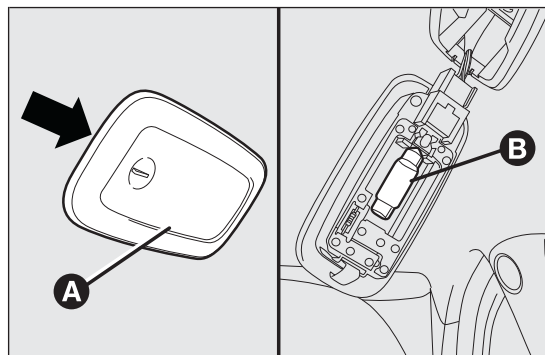

fig. 158
- ☐ actuar en el punto indicado por la flecha y retirar el plafón A fig. 158;